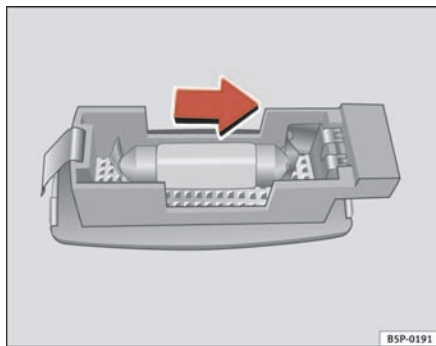

Fig. 199 Desmontaje luz del parasol
- Retire la luz con cuidado, utilizando el destornillador por su parte plana, tal como indica la figura. ⇒ fig. 199.
- Retire la lámpara, moviéndola en el sentido de la flecha y hacia afuera. ⇒ fig. 199 ■